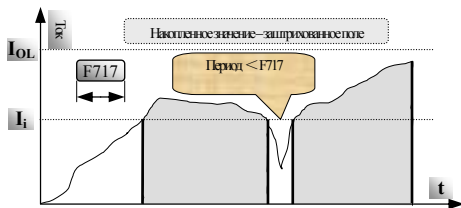

Рис.9-4 Защита от перегрузки
- Диаграмма на Рис.9-4 иллюстрирует работу защиты от перегрузки: